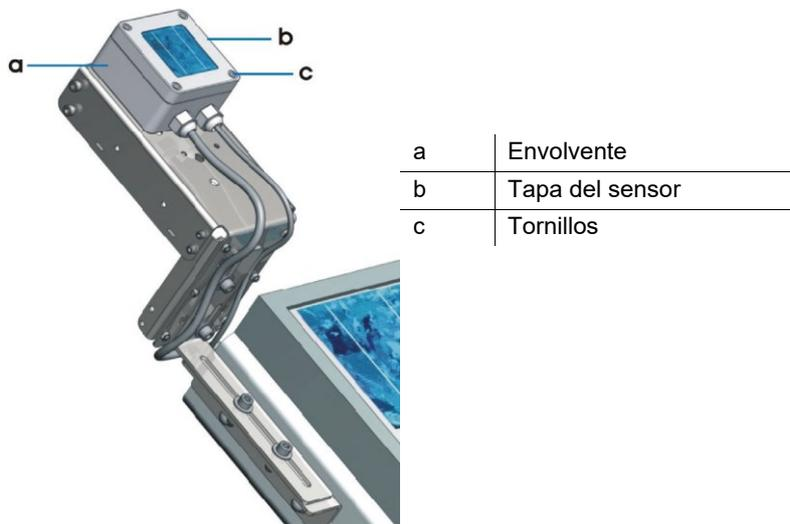

Fig. 37 Célula de referencia sobre la placa de montaje
Para montar la célula de referencia de silicio, consulte la fig. 37 y siga los siguientes pasos:
1. Retire los tornillos (“c” en la fig. 37) de la tapa del sensor (b).